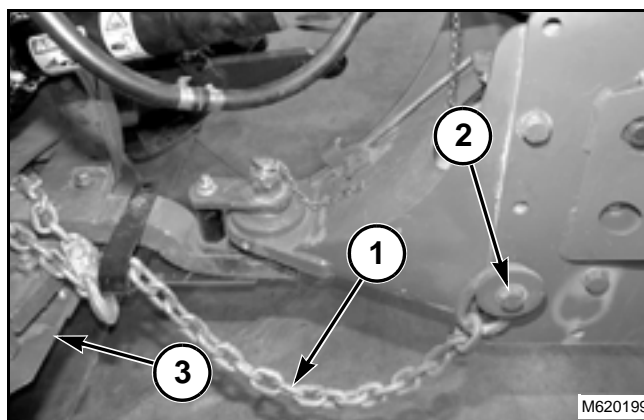

FIG. 61
FIG. 61: Asegúrese de que la cadena de seguridad de transporte (1) esté conectada a la lengüeta (2) y al soporte de la barra de tiro del tractor (3). Consulte Conexión al tractor en la sección Preparación.